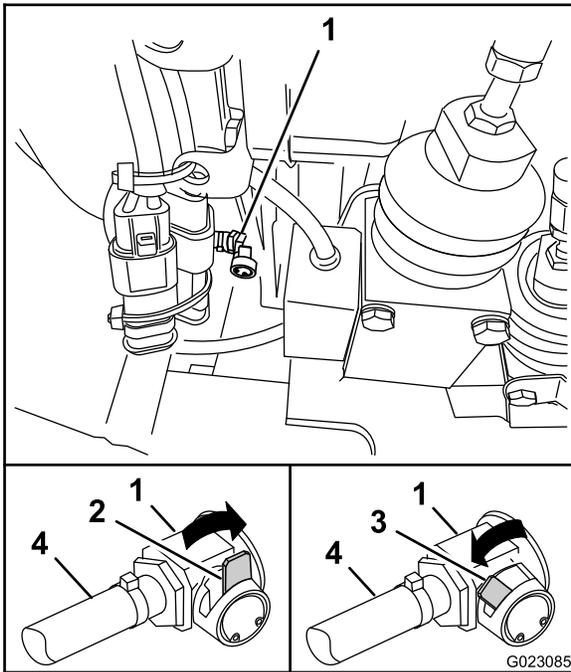

Figure 58
1. Localisez le robinet de vidange d'huile dans la partie inférieure avant du moteur (Figure 58).
2. Tournez le levier dans le sens antihoraire pour ouvrir le robinet de vidange (Figure 58).
3. Lorsque la vidange de l'huile moteur est terminée, tournez le levier dans le sens horaire pour fermer le robinet de vidange d'huile (Figure 58).